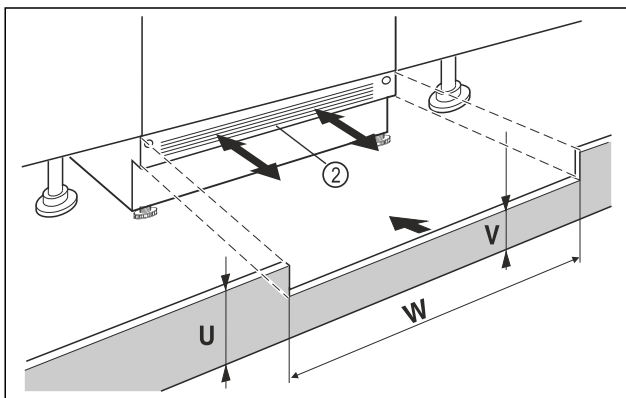

Fig. 88 Eksempelfremstilling
- ▶ Sett på apparatsokkelpanelet Fig. 88 (2) men vent med å feste det.
- ▶ Ved synlig sokkelpanel Fig. 88 (2), må du trekke det så langt fremover at forkanten og møbelsokkelpanelet danner et nivå.
- ▶ Ved tildekket sokkelpanel Fig. 88 (2), må det skyves helt bakover.
- ▶ Forsikre deg om at ventilasjonsåpningene er helt frie: Ved behov må du skjære til høyden til møbelsokkelpanelet Fig. 88 (U)!
- ▷ Langs nisjebredden Fig. 88 (W) må du tilpasse steghøyden Fig. 88 (V) under apparatsokkelpanelet Fig. 88 (2).